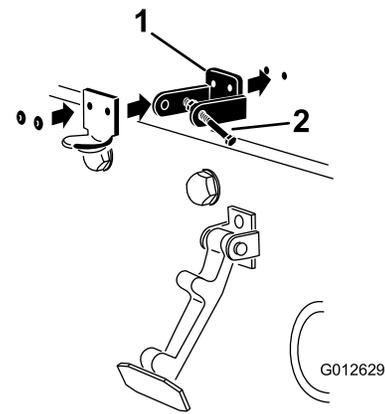

Figura 13
Nota: O suporte do trinco tem de estar contra o capot (Figura 13). Não retire o parafuso e porca do braço do suporte do trinco.
5. Aplique rebites nos suportes e nas anilhas ao capot (Figura 13).